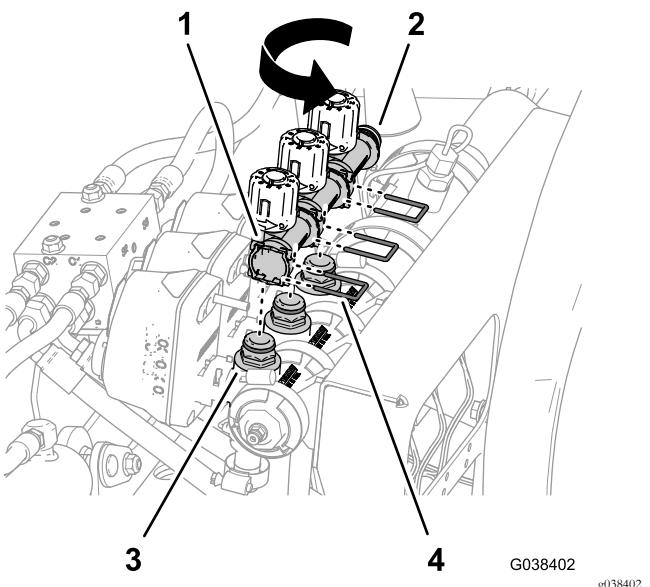

图85
5. 将旁通歧管旋转 180° 然后将其放于喷洒阀歧管的 3 个快速连接接头上 图85。
6. 使用在步骤 3 中卸下的 3 个卡环将旁通歧管固定到喷洒阀歧管的快速连接接头上 图85。